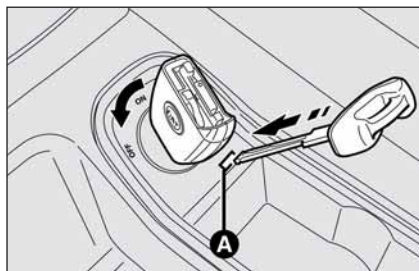

fig. 2
**ATTENTION** Si, après l'extinction du moteur la voiture à l'arrêt, on ne peut enlever la clé du dispositif de démarrage, essayer de la ramener sur **ON** et ensuite sur **OFF**. Si le problème persiste, il est conseillé d'enlever la clé d'urgence et de l'introduire dans la fente prévue **A-fig. 2** sur le dispositif de démarrage; à ce point, on peut tourner la clé sur **OFF** et l'enlever. S'adresser au Réseau Après-vente Fiat.